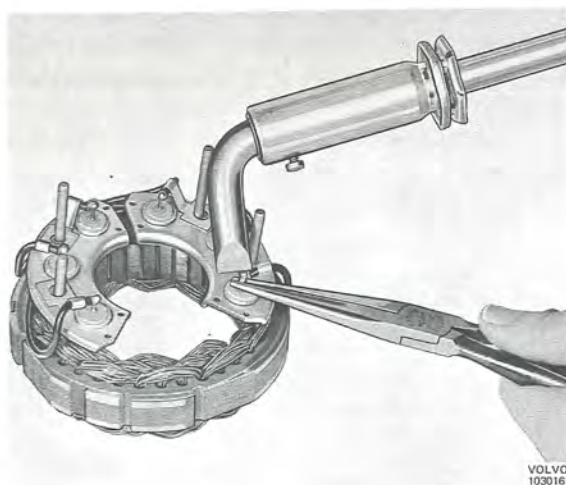

Bild 3-39. Losstagnung eller fastsättning av diodledning
Kontrollera dioderna med diodprovare, bild 3-34. Om någon av likriktardioderna är felaktig måste hela diodhållaren (med tre dioder) bytas. Samma gäller för magnetiseringsdioderna (sen utf.). Felaktiga skyddsdiöder (tid.utf.) byts komplett med hållare. Finns ej tillgång till diodprovare får dioderna lödas loss (se bild 3-39) och provas med ohmmeter. Dioderna skall ha hög resistans i spärriktningen och låg resistans i ledriktningen.
3. Löd fast dioderna, bild 3-39.